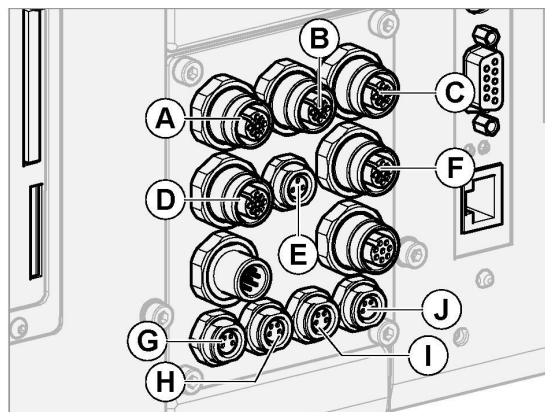

Рис. 3. Разъемы для подключения датчиков:
→ Перед включением устройства убедитесь, что все нужные датчики подсоединены правильно (Рис. 3)
- Датчик этикетки (Рис. 3А) (устанавливается на лезвии диспенсера)
- Датчик продукта (Рис. 3В) (устанавливается на конвейере)
- Датчик положения плавающего рычага (Рис. 3Е и 4)
- Энкодер, или датчик скорости, (Рис. 3С) – для режима APSF, т.е. для работы с переменной скоростью движения продуктов
- Размотчик 1: разъемы на Рис. 3 – G и H.
- Размотчик 2: разъемы на Рис. 3 – I и J.